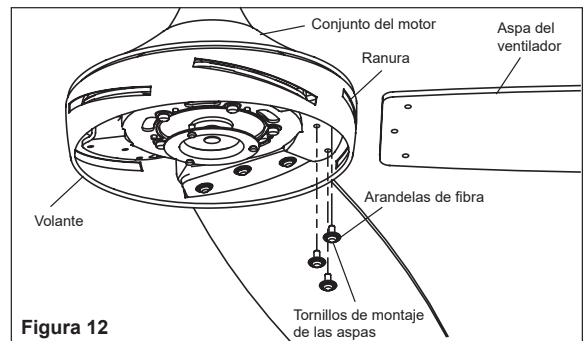

Figura 12
Paso 1. Inserte el aspa del ventilador a través de una ranura en el volante. (Figura 12)
Repita para las aspas restantes. (Figura 12)